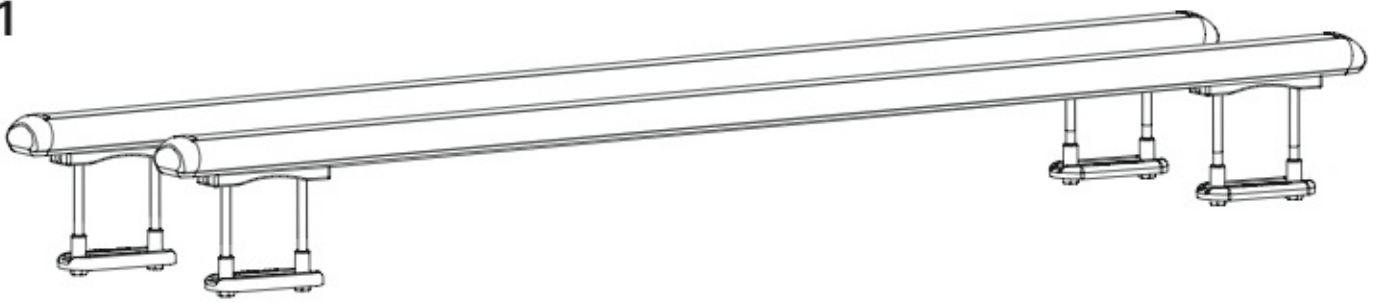

Fig.2
1. Svitare le viti e rimuovere le piastre inferiori (fig.2).
1. Unscrew the screws and remove the lower plates (fig.2).